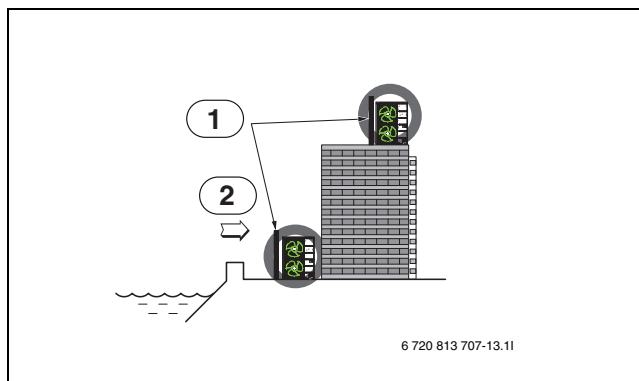

Fig. 14
- Hvis udeenheden opstilles på havsiden, skal der evt. etableres en læskærm for at beskytte mod havvinden (→ fig. 14)